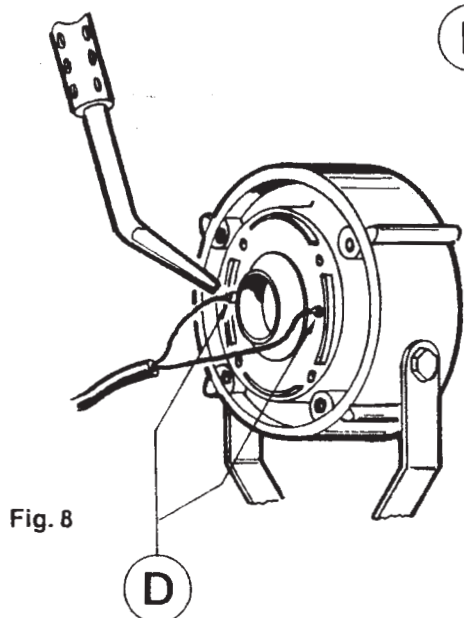

Fig. 8
- Dissaldare i conduttori **F** collegati ai terminali **D** della membrana **C** usando un saldatore di bassa potenza a punta stretta (fig. 8).
- Unsolder wires **F** connected to diaphragm terminals **D** using a narrow tipped low powered welder (fig. 8).
- Dessouder les conducteurs **F** reliés aux bornes **D** de la membrane **C** en se servant d'une soudeuse de basse puissance à pointe étroite (fig. 8).